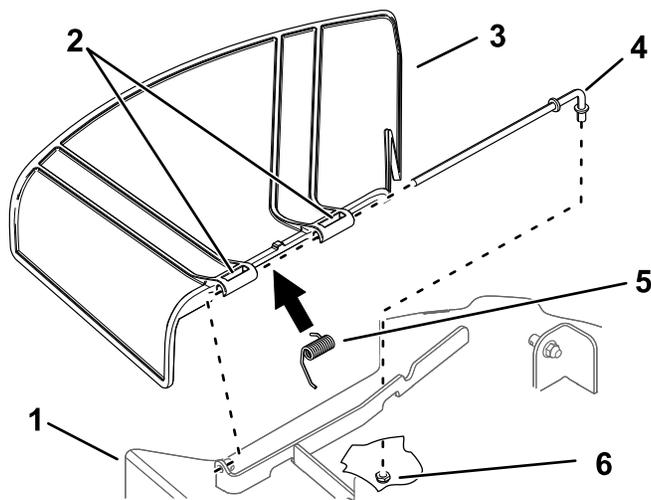

Figura 62
1. Retire la tuerca ($\frac{3}{8}$ ") de la varilla (debajo del cortacésped) (Figura 62).
2. Retire la varilla del espaciador corto, del muelle y del deflector de hierba (Figura 62).
4. Instale el deflector de hierba nuevo (Figura 62).
7. Deslice la varilla por el segundo soporte del deflector de hierba (Figura 62).
9. Sujete el extremo trasero de la varilla al cortacésped con una tuerca ($\frac{3}{8}$ "), según se muestra en Figura 62.